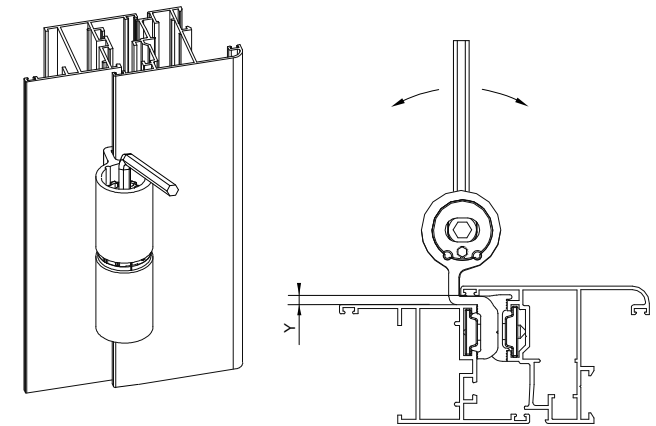

Rys.3
3) Przekręć 5 mm klucz sześciokątny w przeciwnym kierunku jak pokazano na Rys.3, do zablokowania.